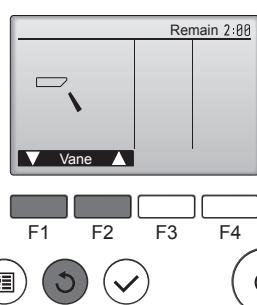

Fig. 7-4
- Drücken Sie die [AUSWAHL]-Taste, um den Vane-Bedienbildschirm aufzurufen, und prüfen Sie dann mit Tasten [F1] und [F2] die automatische Flügelbewegung. (Fig. 7-4)